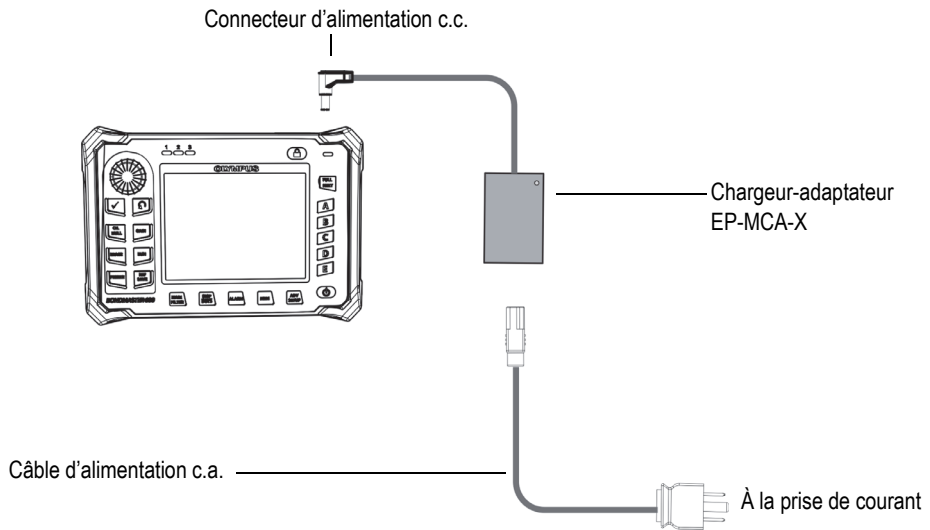

Figure 2-7 Connexion du chargeur-adaptateur
1. Connectez le cordon d'alimentation c.a. au chargeur-adaptateur, et puis à une prise de courant adéquate (voir la Figure 2-7 à la page 39).